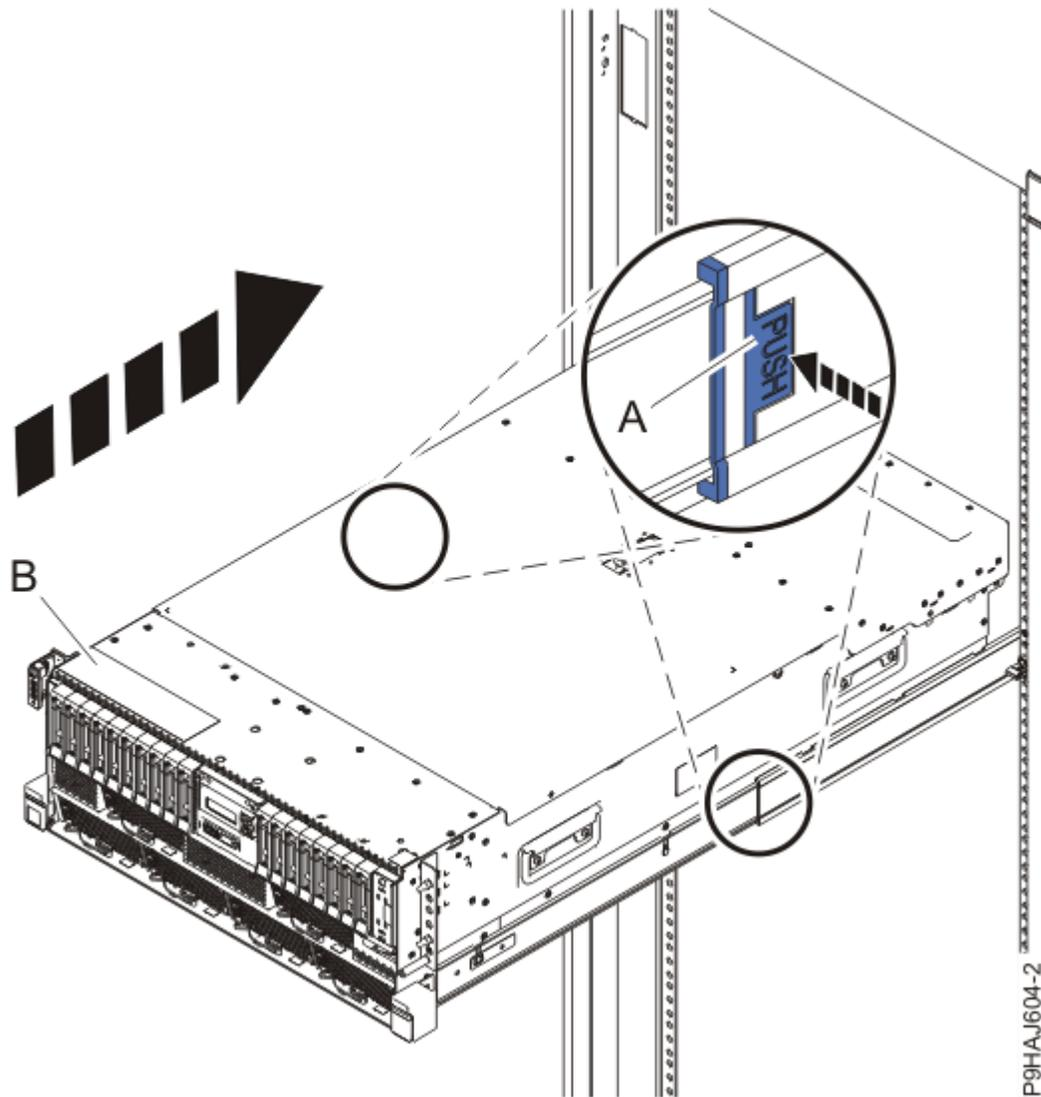

Abbildung 56. System in die Betriebsposition bringen
3. Entsperren Sie bei einem Einschubsystem die blauen Schienensicherungsverriegelungen (**A**), indem Sie sie nach innen drücken (siehe Abbildung 56 auf Seite 72).